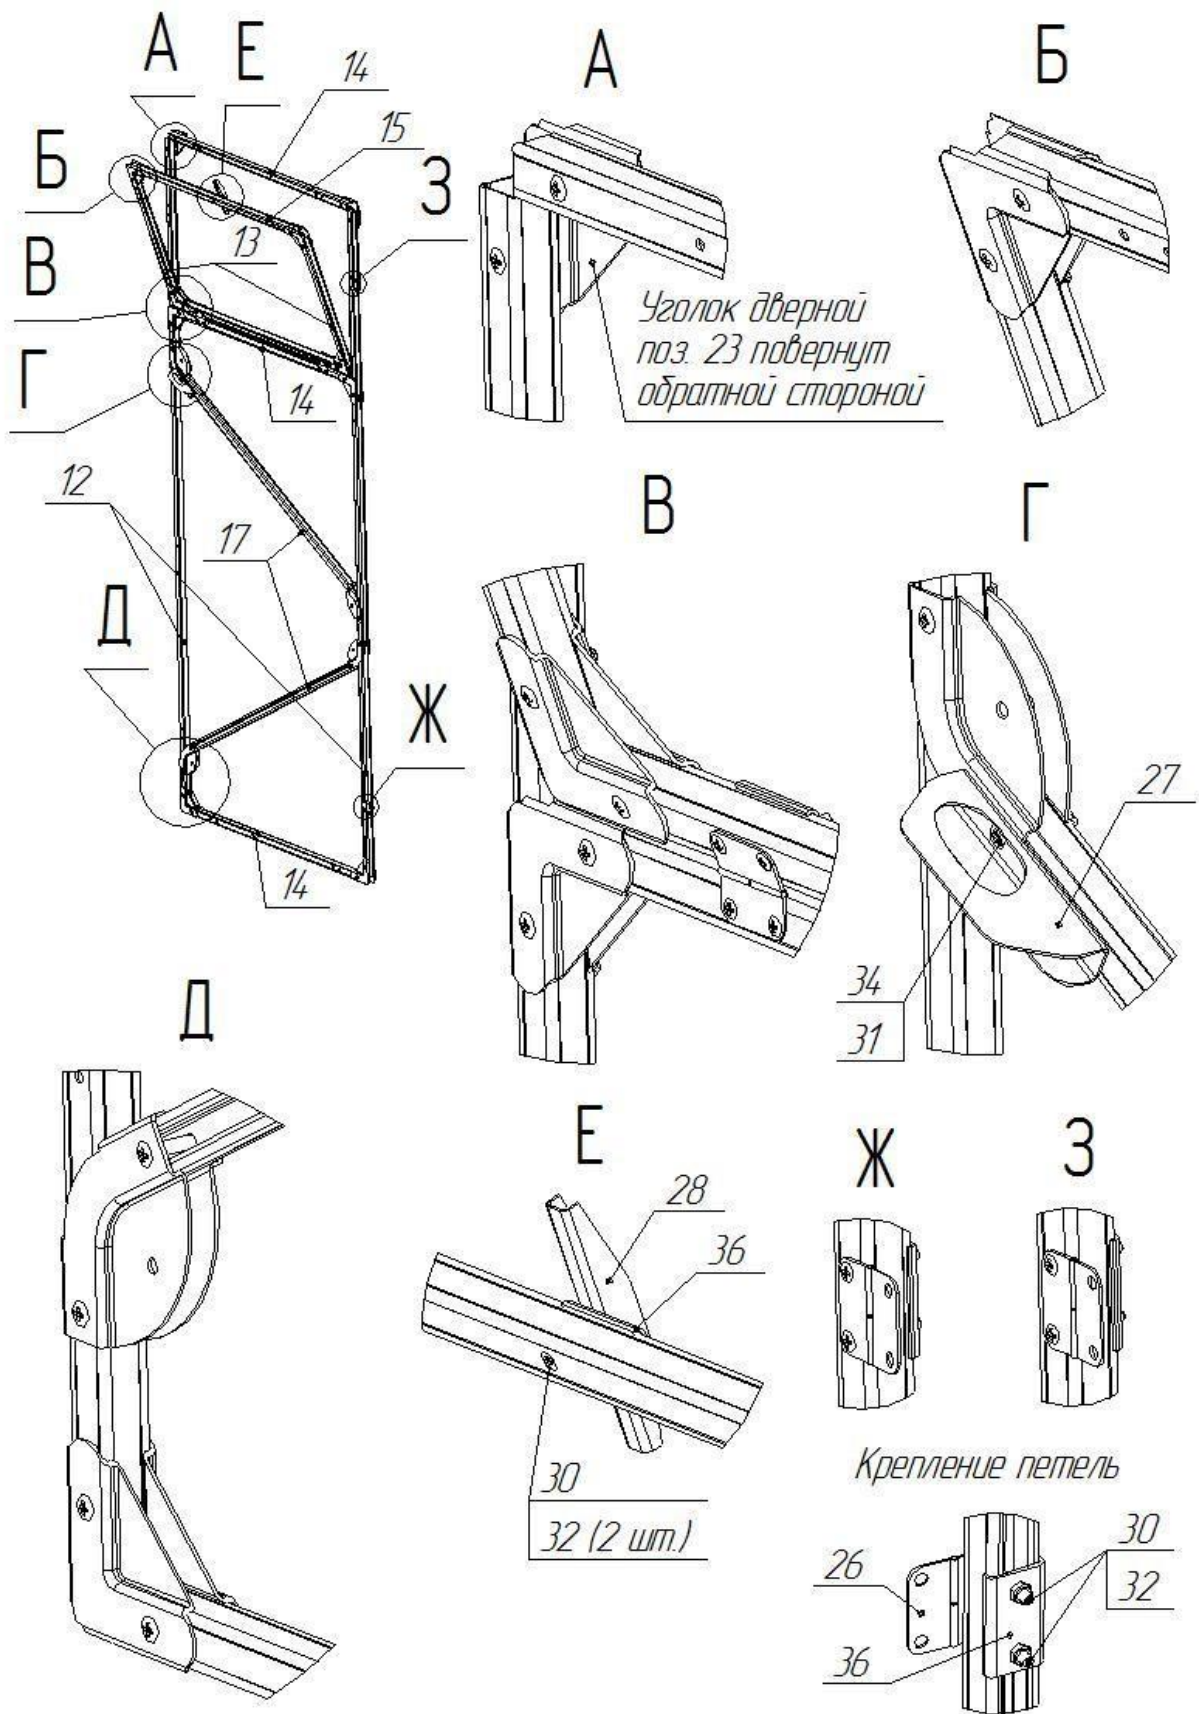

Рис. 6
- 6.5 Соберите каркасы дверей с форточками (рис.6). **Не забывайте, что расположение стоек двери, имеющих отверстия под установку петель должно соответствовать расположению стойки дверного проема также имеющей отверстия под навеску.**
- 6.7 Установка вертушков на двери производится после крепления поликарбоната в любом удобном месте, вертушки на форточки крепятся к детали 15 рис. 6(Е). (вертушки устанавливаются при помощи винта М4х30 и двух гаек).